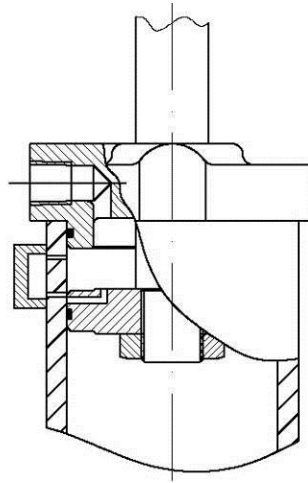

Рис.6.4.4. Поршень опущен ниже перепускного отверстия; штоки цилиндров выдвинуты одинаково
2. Вернуть рукоятку гидрораспределителя трактора в положение «нейтральное» на несколько секунд, что позволит поршням гидроцилиндров агрегата установиться в положении, когда масло не проходит более сквозь верхние (перепускные) отверстия цилиндров, и в элементах гидросистемы агрегата установится одинаковое давление. Штоки цилиндров будут выдвинуты одинаково (рис. 6.4.4).